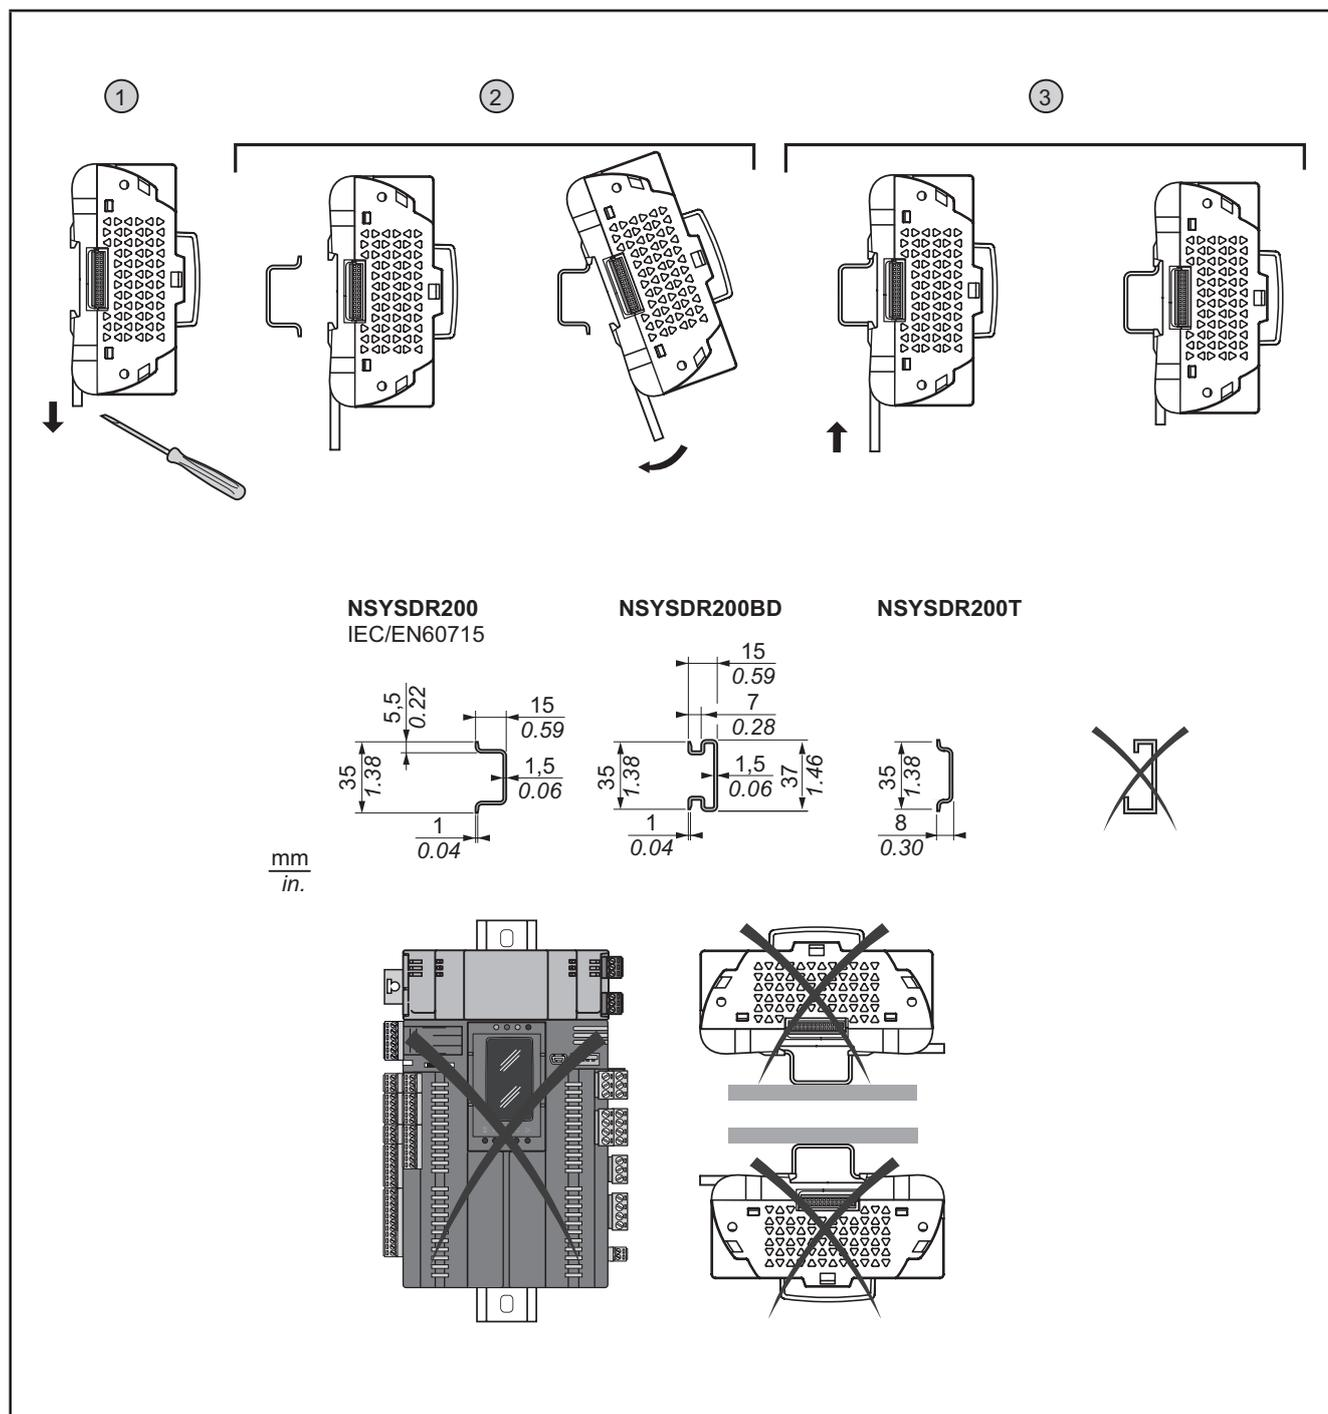
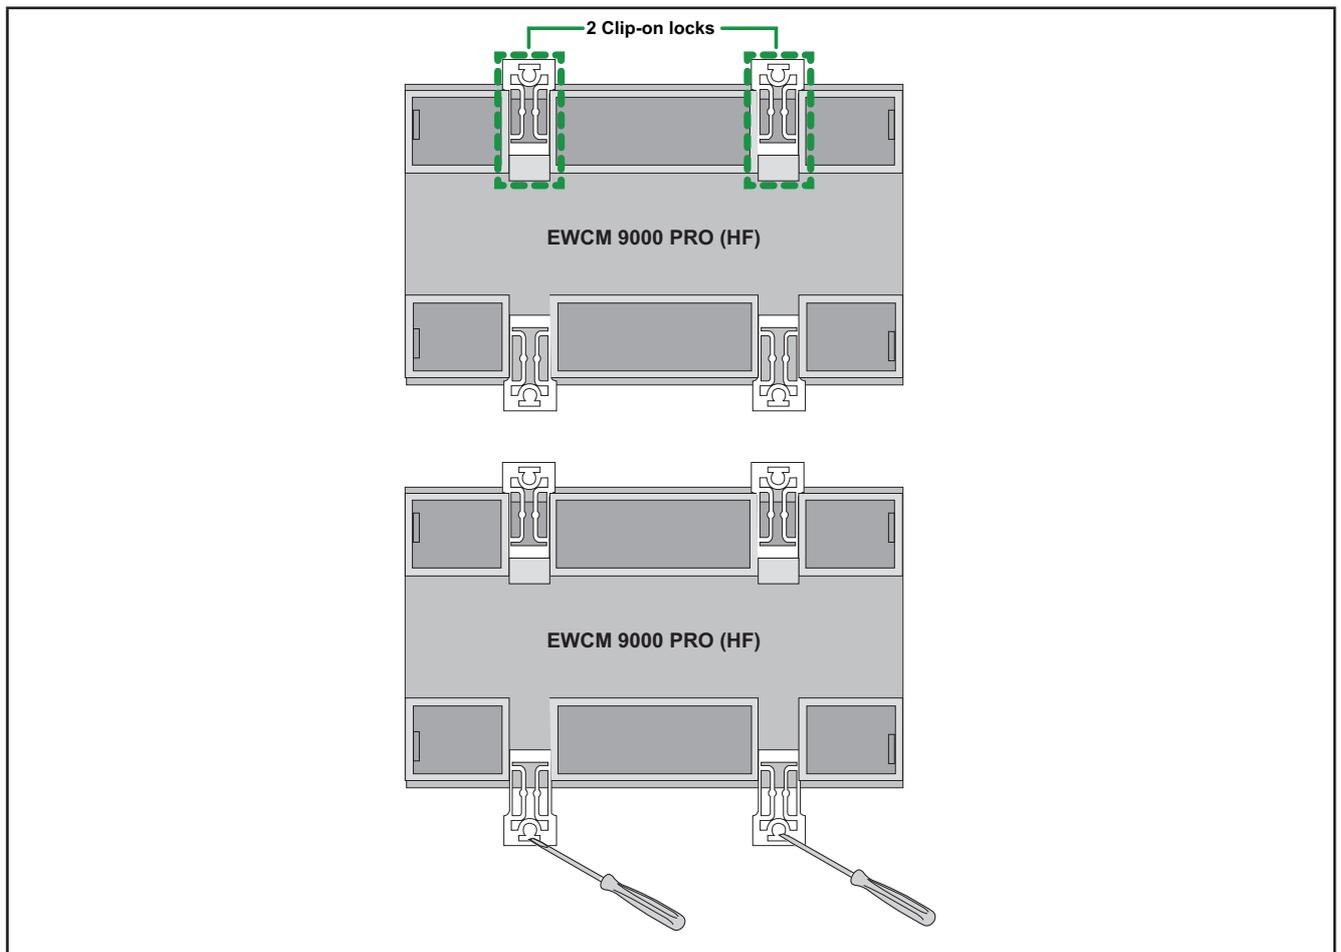
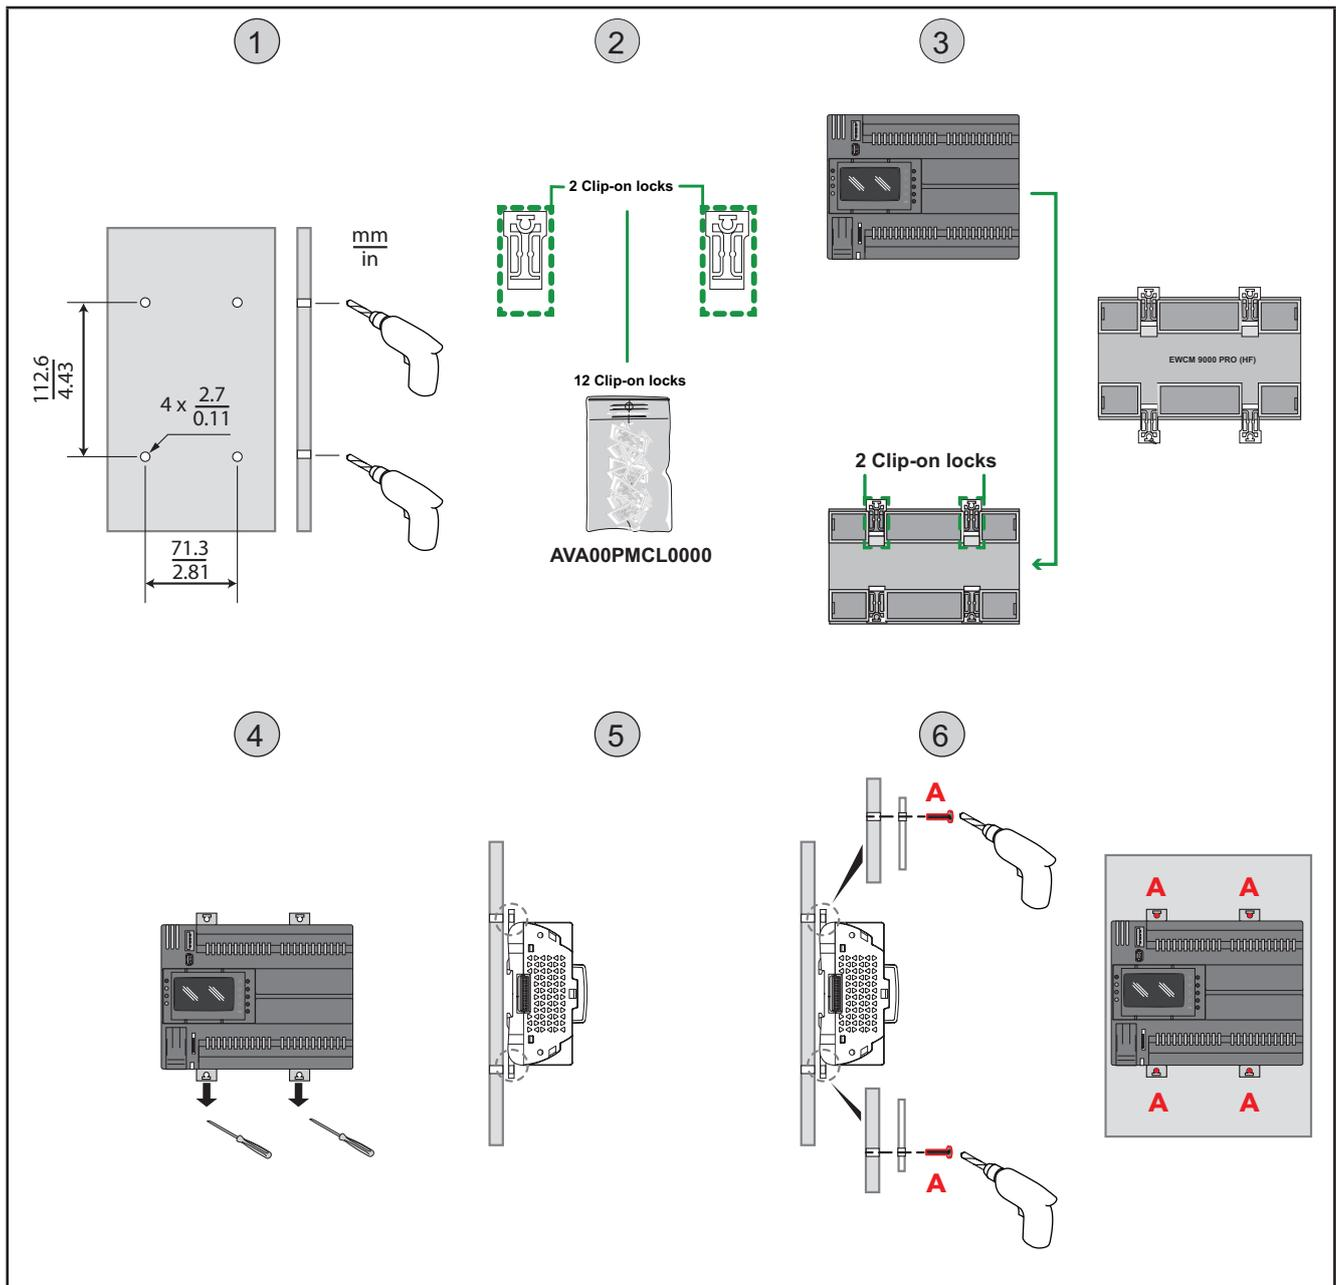

Fig. 5. Montaggio di EWCM 9000 PRO (HF) su guida DIN
Fig. 12. Dettagli dei dispositivi di bloccaggio a fermaglio
Fig. 13. Montaggio a pannello del EWCM 9000 PRO
Lo strumento è destinato all'installazione su guida 8DIN (fare riferimento a **Fig. 5 a pag. 22** e **Fig. 12 a pag. 27**).
L'apparecchio è destinato anche all'installazione a pannello (vedere Fig. 12 a pag. 27 e Fig. 13 a pag. 28).
1. Praticare quattro fori nel pannello (per la distanza tra i fori e il diametro di questi ultimi, vedere Fig. 13 a pag. 28).
3. Installare due dispositivi di bloccaggio a fermaglio sulla parte superiore del EWCM 9000 PRO (HF).
5. Allineare i quattro dispositivi di bloccaggio a fermaglio nel EWCM 9000 PRO (HF) con i quattro fori praticati nel pannello.
6. Fissare il EWCM 9000 PRO (HF) con le viti.